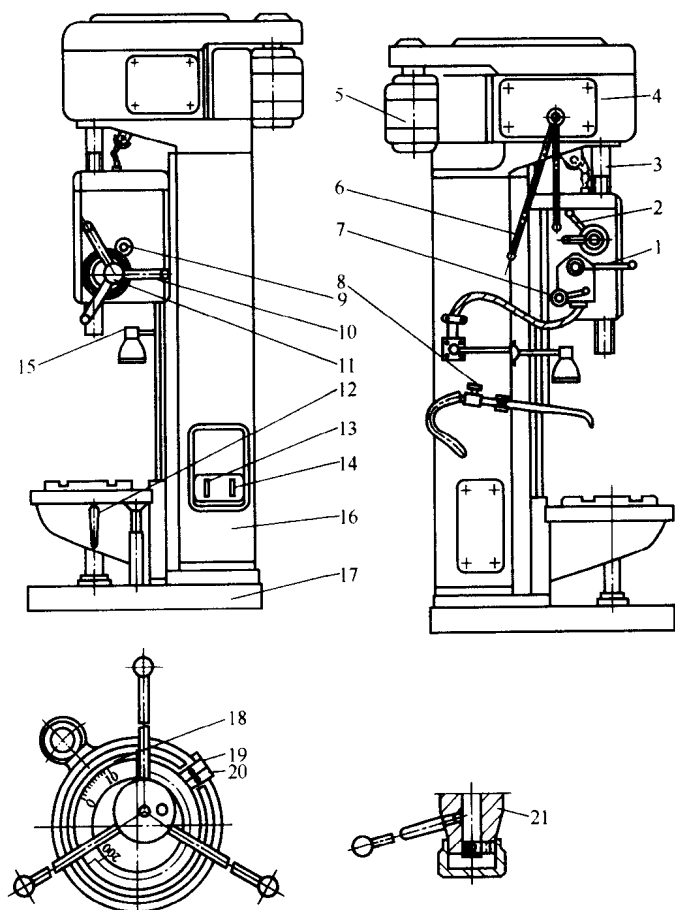

图 1-2 立式钻床结构
② 台式钻床用途 用于钻孔和扩孔，钻孔直径为 $0.1 \sim 15\text{mm}$ 。主要是钻、扩小型零件上的孔，加工精度要比手电钻钻孔精度高。
③ 台式钻床的工作方法 固定钻削工具钻头的主轴由电动机通过 V 型带传动旋转，通过改变 V 带传动轮的直径，使主轴可得到五种转速。主轴与工作台的高度距离可摇动手柄“2”进行调整，位置调整合适后，用手柄“7”锁紧固定。被加工零件用虎钳或螺栓固定在工作平台“8”上。钻孔时启动电动机，钻头由钻夹固定在主轴上，被主轴带动旋转，工作时，扳动手轮“6”使主轴带动钻头升降，完成钻孔。
(2) 立式钻床
① 立式钻床结构 (见图 1-2) 主要组成零部件有：电动机、V 带传动、齿轮变速箱、进刀箱、工作台、机座、机身和各种动作控制操作手轮和手柄。
② 立式钻床用途 用于对中小型零件的钻孔。另外，还可对零件进行扩孔、铰孔、铰孔、镗孔和攻螺纹等工作。在钳工维修时应用比较广泛。其最大钻孔直径分为 25mm 、 35mm 、 40mm 和 50mm 几种规格。
③ 立式钻床工作方法 固定切削工具钻头的主轴，由电动机“5”通过 V 带和齿轮变速箱“4”驱动旋转、调整手柄“6”得到不同的转速。钻头工作的进给速度和进给量由手柄“2”控制，进给量可在 $0.11 \sim 1.6\text{mm/r}$ 范围内调整。钻头工作的升降由手轮“10”控制：逆时针转动手轮时为钻头进给（下降），顺时针转动手轮时为钻头退出（上升）。手柄“1”为钻头工作启动手柄，它有三个操作位置，即控制主轴（钻头）能正转、反转和停止转动。